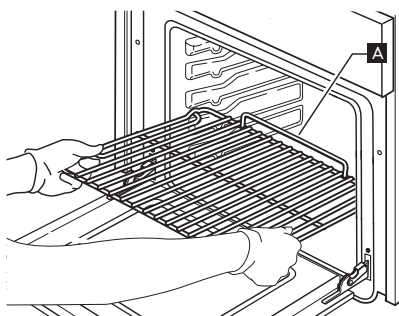

Abb. 1
1. Schieben Sie den Rost mit dem erhöhten Teil „A“ nach oben zeigend waagrecht ein (Abb. 1).